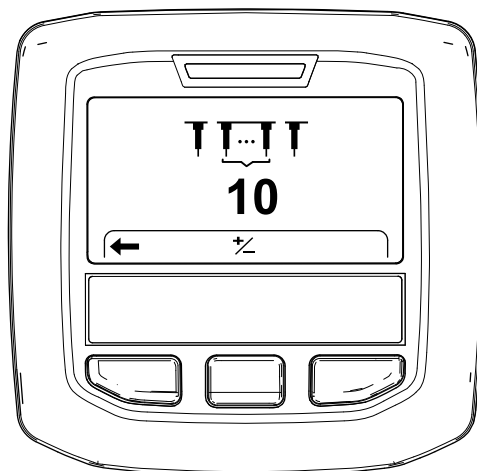

Рисунок 50
6. Нажмите правую кнопку инфо-центра, чтобы отобразить экран Setting the Tine Quantity (Установка количества зубьев) (Рисунок 50).